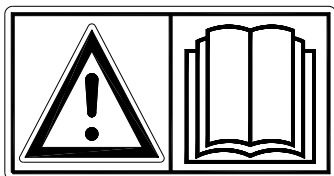

Bild 1
**Läs och förstå** (Bild 1) Manualen innan du använder din Speedseed Walk Behind. Om maskinen inte används så som beskrivs i manualen kan detta skapa en risk för personskada och/eller skada din Speedseed Walk Behind.
- (1) Syftet med Speedseed Walk Behind är enbart att kultivera gräsfält eller områden där gräs skall växa.